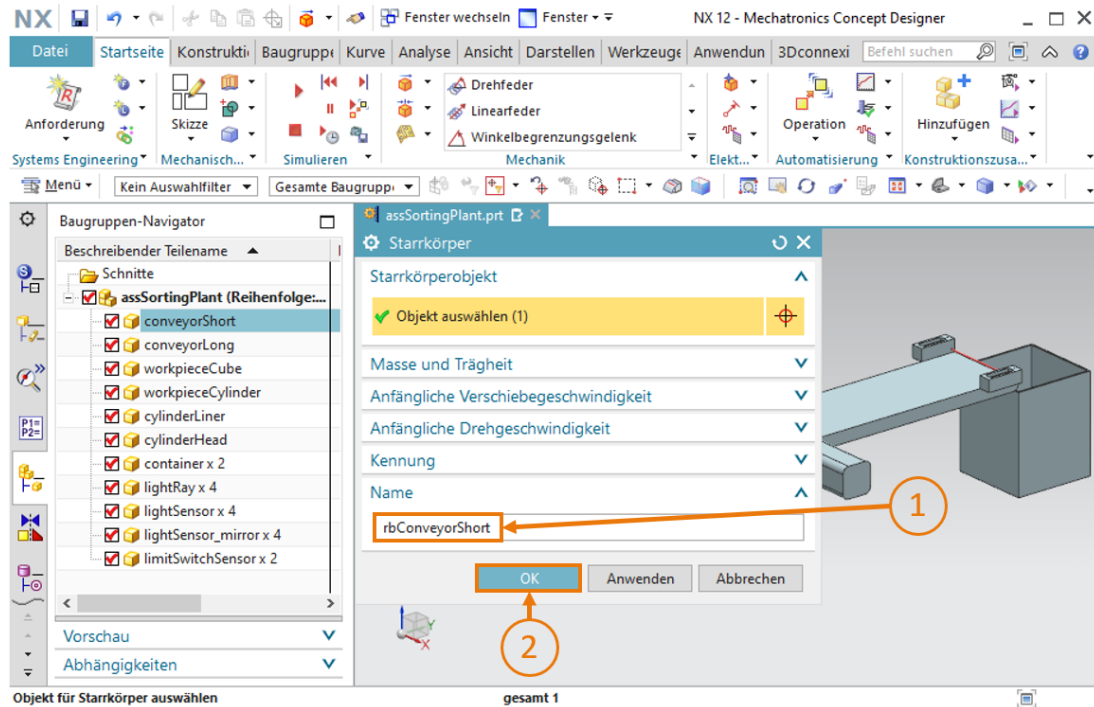

Abbildung 11: Erstellen eines Starrkörpers in MCD – Namensgebung
- Geben Sie als Namen "rbConveyorShort" vor (siehe Abbildung 11, Schritt 1) und bestätigen Sie Ihre Einstellungen durch Betätigen der Schaltfläche "OK" (siehe Abbildung 11, Schritt 2). Das vorangestellte Kürzel "rb" steht hierbei für "rigid body", die englische Bezeichnung für Starrkörper.